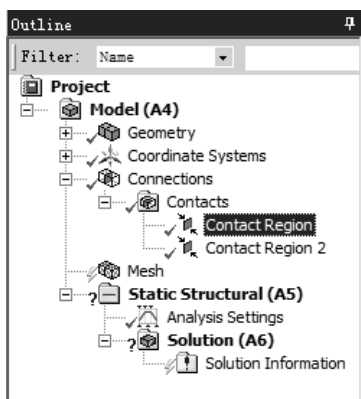

图 9.6.4 展开 Connections 节点
(1) 删除接触。在“Outline”窗口中展开 **Connections** 节点下的 **Contacts**，如图 9.6.4 所示，选中 **Contact Region** 并右击，在弹出的快捷菜单中选择 **Delete** 命令，在弹出的“ANSYS Workbench”对话框中单击 **是(Y)** 按钮，将其删除。